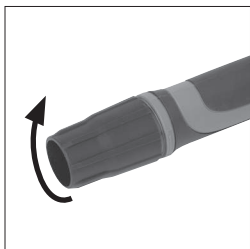

Fig. 1
- Afloje la tuerca del manguito. (Fig. 1)